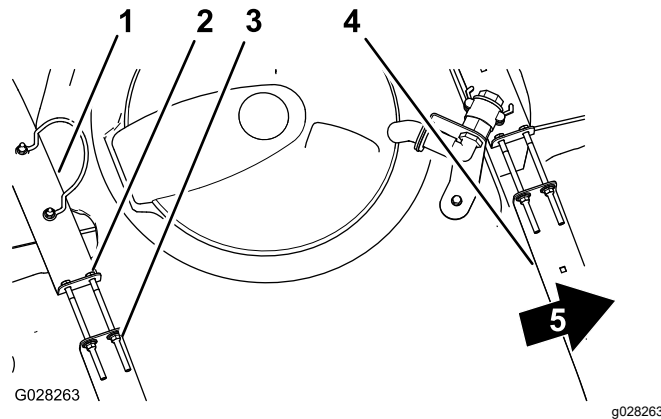

Figura 69
2. Verifique se há algum movimento entre as correias do depósito e o depósito (Figura 69).
3. Se as correias do depósito estiverem largas, aperte os parafusos e as porcas de bloqueio na parte superior das correias até estas ficarem justas à superfície do depósito (Figura 69).